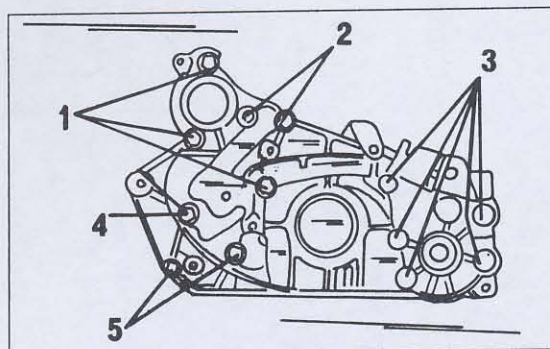

Bild 137
- Beim Einbau eine neue Dichtung auf die Vorderseite des Kurbelgehäuses auflegen und das Gehäuse ansetzen. Die Schrauben wieder in die ursprünglichen Gewindelöcher eindrehen und das Gehäuse gleichmässig ringsherum auf ein Anzugsdrehmoment von 15 - 18 Nm anziehen. Falls man die Schrauben nicht gezeichnet hat, muss man sich an Bild 137 halten.